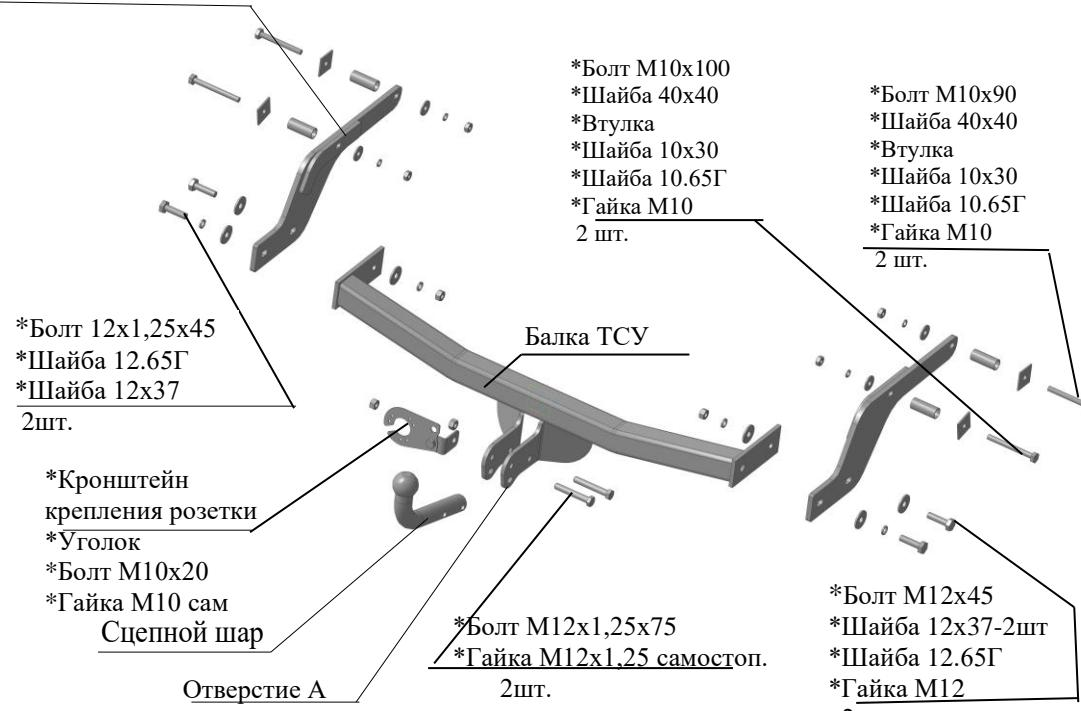

Рис.1 Тягово-сцепное устройство ТСУ 9070 исп.1.
2.1 ТСУ 9070 исп.1 в сборе (рис.1)	1 шт.
2.2 Пакет с комплектующими (см. рис.1)	1 шт.
4.3 Закрепить боковые кронштейны ТСУ левый и правый к боковым внутренним полкам лонжеронов а/м болтами M10x90 и M10x100 (соответственно рис.1), гайками M10 (под гайки подложить шайбы 10.65.Г и шайбы 10x30, а под головки болтов - шайбы 40x40. Внутрь лонжеронов установить дистанционные втулки (болты, шайбы 40x40 и втулки – ставить со стороны багажного отделения). Крепеж не затягивать.
4.7 Закрепить сцепной шар и кронштейн крепления розетки (предварительно собрав как показано на рис.1) к кронштейнам шара болтами M12x1,25x75 и гайками M12x1,25 самостоп.